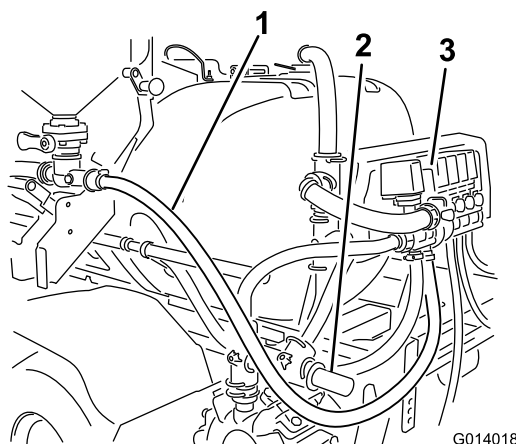

Figura 27
1. Dirigete all'indietro l'estremità aperta del flessibile di alimentazione. Il flessibile oltrepassa la pompa e ritorna verso il gruppo valvola sotto la valvola di sfogo (Figura 27).
2. Rimanendo sotto il flessibile dell'agitatore ma sopra l'attacco sinistro della barra centrale, dirigete il flessibile verso l'alto sino al gruppo valvola del nebulizzatore (Figura 27).